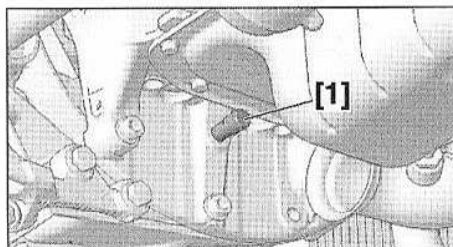

FIG.2
- Dans cette position, introduire l'outil [1] (Fig.2).
- Mettre en place l'outil [1] (Fig.2).